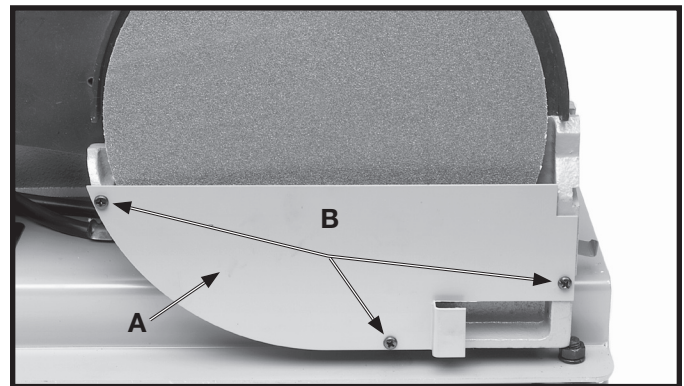

Fig. 11
2. Assembler le dispositif inférieur de protection (A) de la ponceuse à bande abrasive à l'aide de trois vis à tête cylindrique bombée M4 x 0,07 x 10 mm comme indiqué à la figure 11.